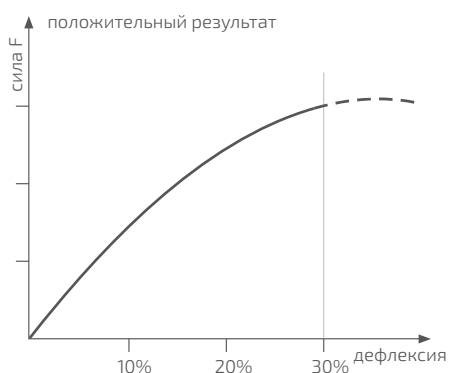

Рисунок 2.
- Кольцевая гибкость. Испытания (см. рис. 2) в соответствии с ГОСТ Р 54475-2011 (п. 8.5), ТУ 22.21.21-078-73011750-2021 (п. 4.6);